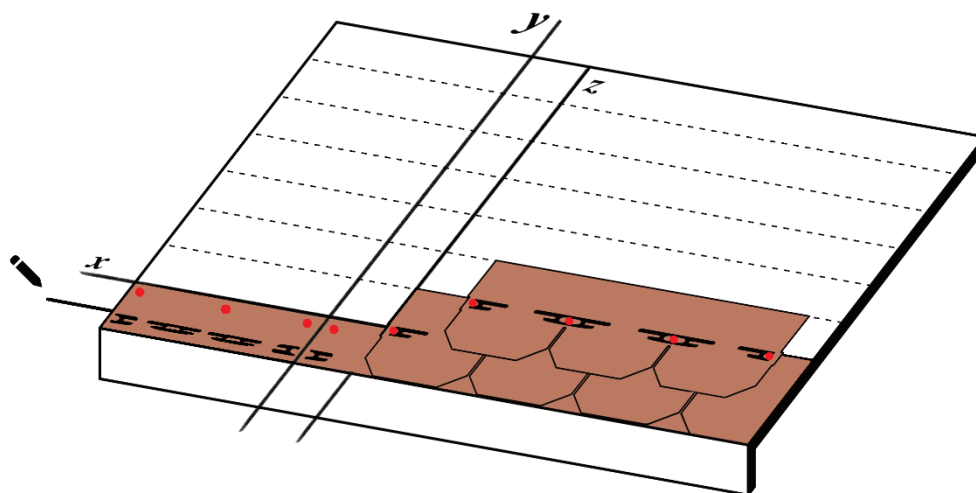
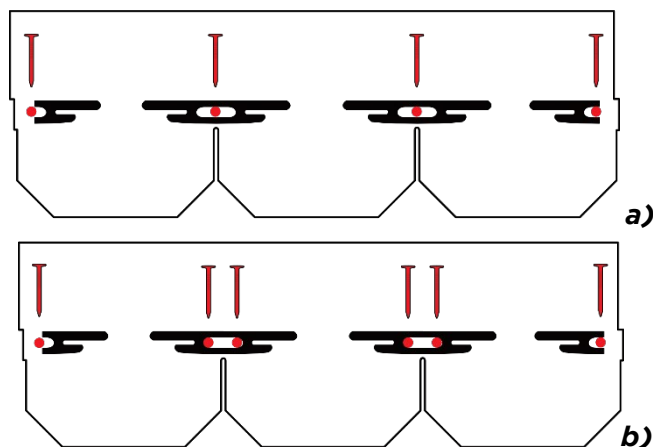

Fig. 7 - Posa delle tegole
Fig. 8 - Chiodatura tegole **a)** pendenze <60°; **b)** pendenze >60°
- Applicare in corrispondenza della linea di gronda, sopra alla membrana/sottotegola, un cordolo di adesivo bituminoso Bitustick - Fig. 7;
- Procedere con la posa della prima fila di tegole: allineare il bordo laterale della prima tegola sulla verticale **z** e il bordo superiore sull'orizzontale distante 14,5 cm da **x** - Fig. 7. Chiodare la tegola al sottofondo posizionando 4 chiodi per tegola, al centro delle pastiglie, come da Fig. 8 a). Nel caso di pendenze di falda tra 60°- 85°, posizionare 2 chiodi aggiuntivi vicino al secondo e al quarto chiodo, per un totale di 6 chiodi per tegola, come da Fig. 8 b). Procedere con la posa di tutte le tegole della fila.